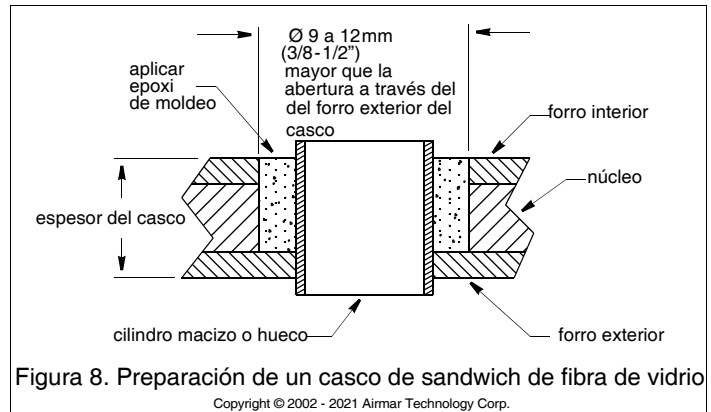

Figura 8. Preparación de un casco de sandwich de fibra de vidrio
- Con una corona de $\varnothing 51$ mm o 2", corte el orificio desde el exterior del casco únicamente a través del forro exterior (Figura 8).